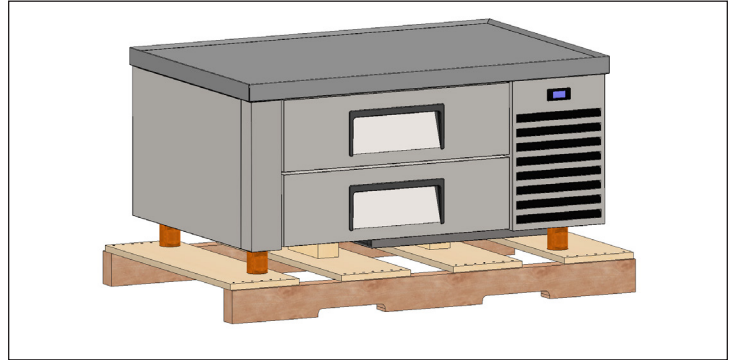

Abb. 1 Entfernen der Außenverpackung
1. Außenverpackung entfernen (Karton und Luftpolsterfolie oder Styropor-Ecken und Kunststoffolie). Siehe Abb. 1.